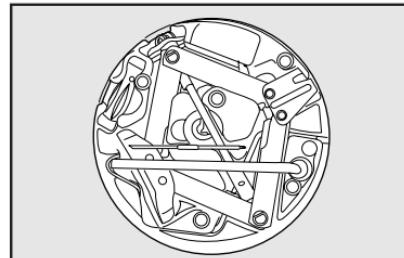

fig. 17
- Ponga el crique en el portaherramientas **fig. 17**, encajándolo de modo a evitar vibraciones o que se suelte durante la marcha.